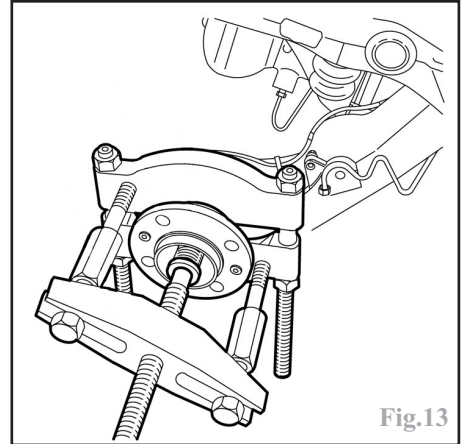

Fig.13
- l'ensemble moyeu - roulement à l'aide d'un extracteur approprié (Fig.13).